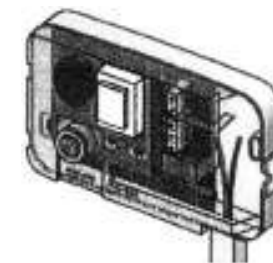

Рисунок 4.
4. При использовании открытой электропроводки завести кабель в сигнализатор через отверстие снизу, применяя для прокладки кабелей короба или трубы ПВХ (рисунок 4).